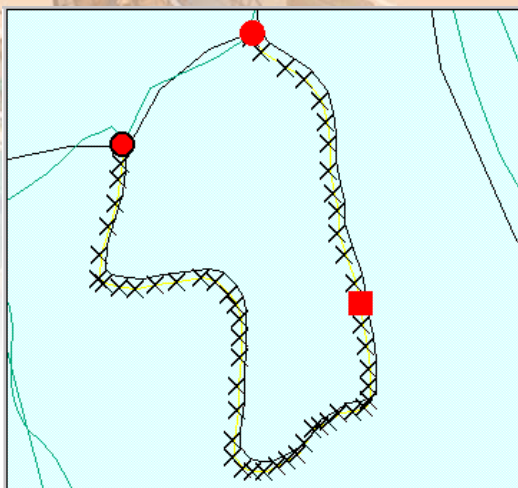

Figura 6: preleva linea del "metodo di reshape"
- terzo clic su un qualsiasi vertice interno che verrà marcato con ■ ; (vedi figura 6).